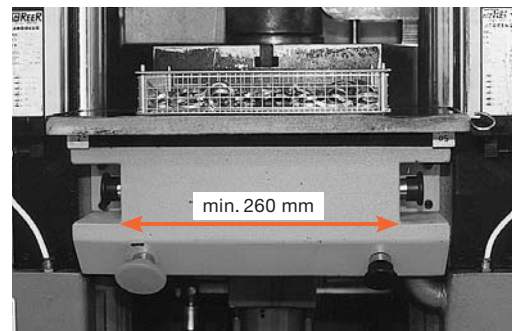

Fig. 6: comando a due mani. I pulsanti sono protetti e distano minimo 260 mm l'uno dall'altro.
- comando a due mani (fig. 6)
I seguenti requisiti devono essere soddisfatti (fig. 6):